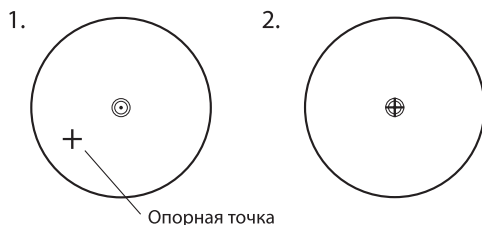

Рис. 5-4
(1) Вращайте кольцо окуляра оптического центрира таким образом, чтобы визирные нити оказались в фокусе; вращайте ручку фокусировки так, чтобы опорная точка оказалась в фокусе. Затем ослабьте центральный винт для перемещения всего прибора (следите, чтобы прибор не вращался) таким образом, чтобы опорная точка совпала с центральной точкой визирных нитей. Вновь затяните центральный винт.
(2) Осуществите точную горизонтировку прибора, как описано в п. 5.3 и повторяйте операцию (1) п. 5.4.2 до тех пор, пока прибор не окажется точно горизонтированным, а центр визирных нитей оптического центра не совпадёт в точности с опорной точкой (как показано на Рис. 5-4).